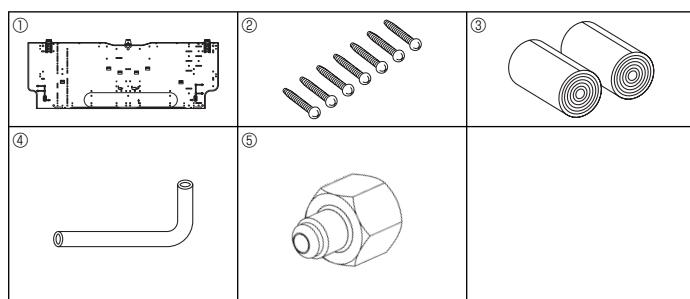

Fig. 3-1
⑥ Salida de aire: No coloque ningún obstáculo en 1500 mm de la salida del aire.
⑦ Superficie del suelo
⑧ Mobiliario
⑨ Cuando la dimensión de proyección de una guía de cortina o similar con respecto a la pared supera los 60 mm, debe tomarse una distancia adicional, ya que la corriente de aire del ventilador puede crear un ciclo corto.
⑩ 1800 mm o más desde la superficie del suelo (para montaje en ubicaciones altas)
⑪ 108 mm o más con la instalación de las tuberías de la parte izquierda o posterior izquierda y de la bomba opcional de drenaje
⑫ 550 mm o más con la instalación del bomba opcional de drenaje
⑬ Mínimo 7 mm: 265 mm o más con la instalación del bomba opcional de drenaje
3.1. Comprobación de los accesorios de la unidad interior (Fig. 3-1)